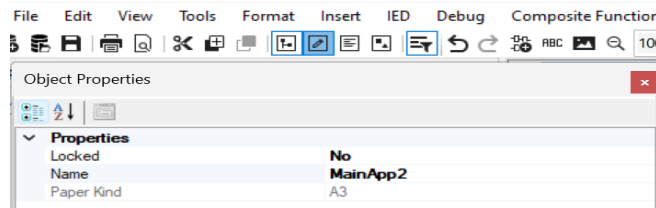
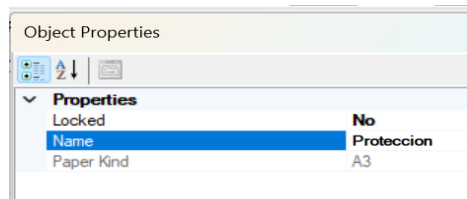

Imagen 207_Ventana de propiedades del objeto.
Imagen 208_Renombramiento de la nueva pestaña con el nombre de “Proteccion”.
4.1.3 En la parte superior en los recuadros activamos la pantalla de “*Object Properties*” como se muestra en la **Imagen 207** y la **Imagen 208**.